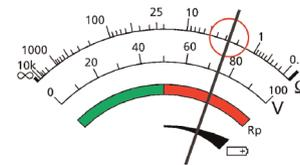

Abbildung 15: Widerstandsmesswert zwischen den Klemmen „X“ und „Y“
6. Ein Widerstandsmesswert wird auf dem analogen Display angezeigt, wie in Abbildung 15 gezeigt.
11. Ein Widerstandsmesswert wird auf dem analogen Display angezeigt, wie in Abbildung 15 gezeigt.